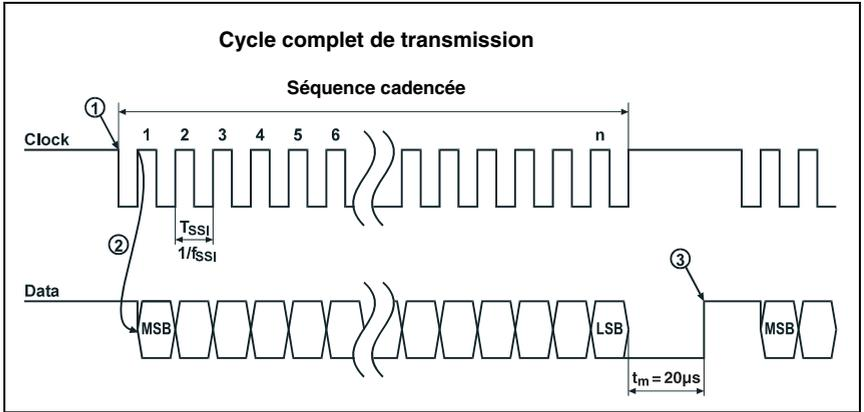

Fig. 8.6 : Déroulement de la transmission de données SSI
À l'état de repos, la ligne d'horloge tout comme celle de transmission des données sont de niveau HIGH. Lors du premier flanc HIGH-LOW (point ① sur la figure 8.6), les données du registre interne sont mémorisées. Cela garantit que les données ne changent plus pendant la transmission série de la valeur.
Lors du passage suivant du signal d'horloge du niveau LOW au niveau HIGH (point ② sur la figure 8.6), la transmission de la valeur de position commence avec le bit de poids fort (MSB). Lors de chaque changement du signal d'horloge de LOW à HIGH, le bit suivant (poids décroissant) est envoyé sur la ligne de transmission des données. Une fois le bit de poids le plus faible (LSB) émis, la ligne de transmission des données passe au niveau LOW (fin de transmission) avec le dernier passage du signal d'horloge du niveau LOW au niveau HIGH.
Une bascule monostable redéclenchée par le signal d'horloge impose d'attendre avant que l'interface SSI puisse être appelée pour la prochaine transmission. Il en résulte aussi un temps de pause minimal entre deux séquences consécutives. Une fois le temps $t_m = 20\mu\text{s}$ écoulé, la ligne de transmission des données repasse au niveau de repos (HIGH) (point ③ sur la figure 8.6), ce qui signale que l'échange de données est complètement terminé et que le système est à nouveau prêt à émettre.